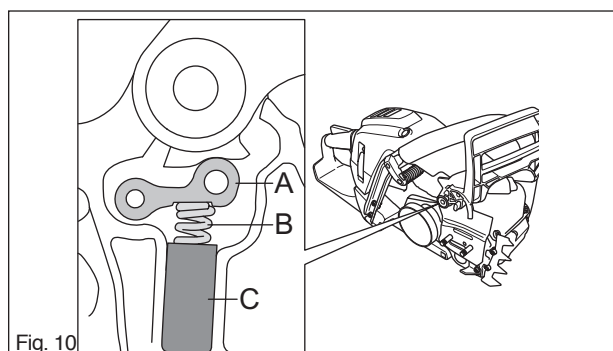

Fig. 10
Fixer la protection antibond et placer le culbuteur en position. Positionner le ressort (B) dans le logement en plastique (C), voir figure 10, et appuyer le ressort contre le culbuteur. Pousser ensuite le logement en plastique dans sa évidement. Visser la plaque de guidage de chaîne.